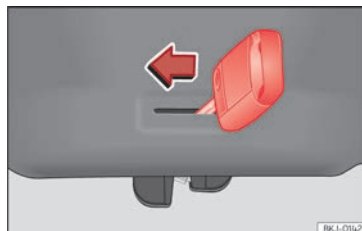

Abb. 57 Ausschnitt Gepäckraum: Notentriegelung.
- Führen Sie den Schlüsselbart in den Schlitz ein und drehen Sie den Schlüssel in Pfeilrichtung, bis sich das Schloss öffnet >>> **[Abb. 57]**.